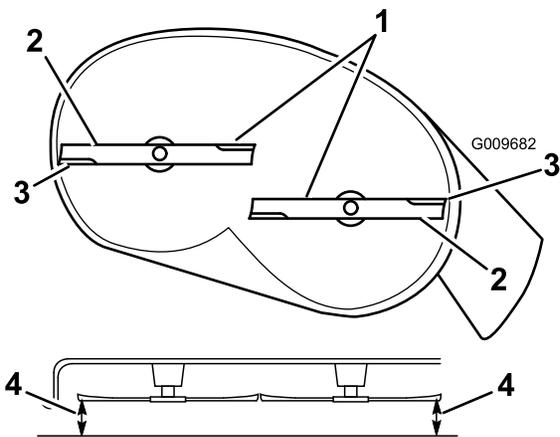

Figura 57
4. Gire cuidadosamente las cuchillas hasta que estén todas orientadas lateralmente (Figura 56 y Figura 57).
5. Mida entre los filos de corte exteriores y la superficie plana (Figura 56 y Figura 57).